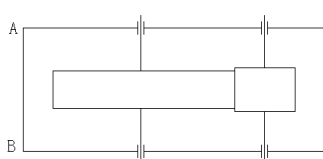

图 3-139 镜像结果
(8) 用相同的方法对下面的短线进行镜像处理，并向外延长线段 CD 和 EF，延长的距离为 2mm，最终效果如图 3-139 所示。